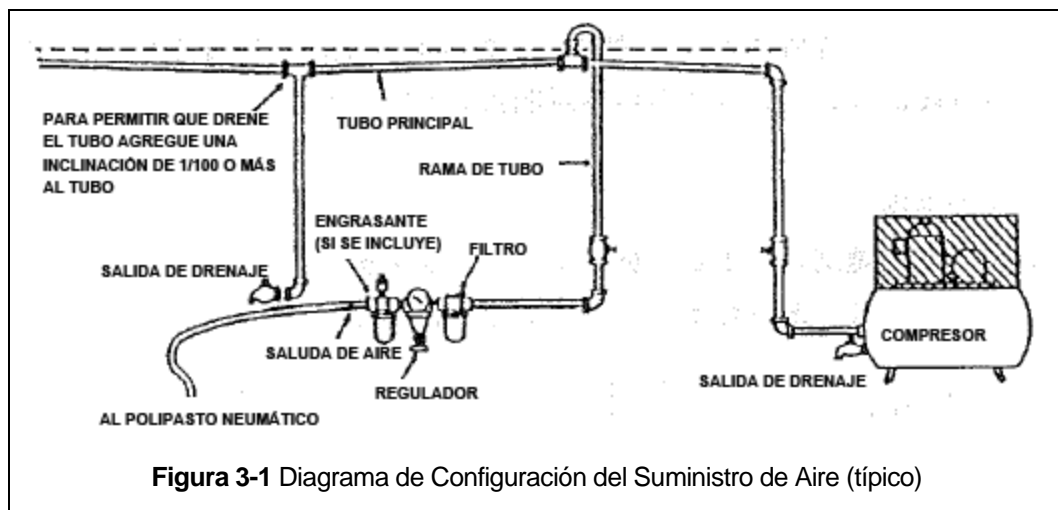

Figura 3-1 Diagrama de Configuración del Suministro de Aire (típico)
- 3.6.1 **⚠ PRECAUCIÓN** Configuración del sistema – El sistema debe configurarse como se muestra en la Figura 3-1. Como la humedad tiende a acumularse en los sistemas de aire comprimido, puede producirse corrosión si el sistema no se drena periódicamente.